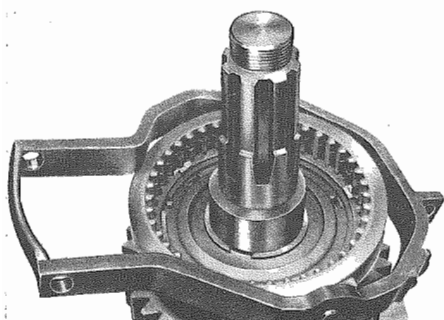

Fig. 27 - Manicotto sincronizzatore
- Inserire due cursori (610) nella forcella di comando (611). Mettere il manicotto sincronizzatore (427) nella forcella. Il lato più piccolo e liscio del manicotto deve corrispondere con i risalti per i fori dei cursori (vedi Fig. 27).
Mettere il manicotto sincronizzatore (427) sul mozzo sincronizzatore. Assicurarsi che i perni sferici si innestino nei denti più profondi (Fig. 27). Il lato liscio del manicotto è rivolto verso l'alto.
- Place two slide pieces (610) into shift fork (611). Place sliding sleeve (427) into shift fork. Narrow, smooth end of sleeve should be at elevations for slide piece bores (refer to Fig. 27). Place sliding sleeve (427) on synchronizer. Make sure that the ball pins enter into the teeth cut out lowest (Fig. 27). Smooth side of sleeves pointing upwards.